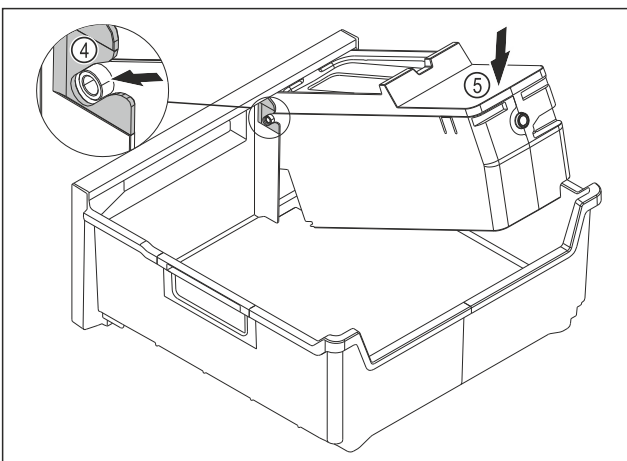

Fig. 116
- ▶ Смонтируйте корпус EasyTwist-Ice: Вставьте оси корпуса EasyTwist-Ice в направляющие Fig. 116 (4).
- ▶ Вдавите корпус EasyTwist-Ice Fig. 116 (5) вниз.